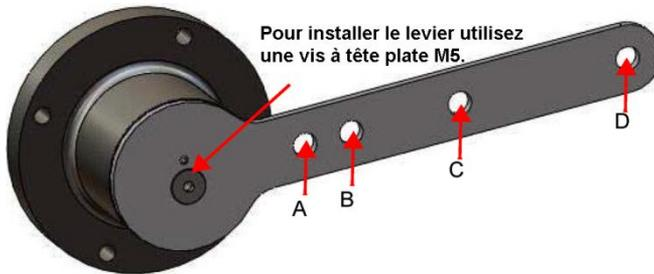

Figure 12 Porte-aimant et levier standard pour vannes linéaires
Cette partie explique la procédure de montage du SVi1000 sur les vannes linéaires en utilisant comme exemple les actionneurs à ressorts multiple modèle 87/88 de GE. La figure 12 à la page 20 montre le levier standard pour tous types d'installations. Consultez la partie dénommée « Ensemble à aimants intégrés » pour le montage de l'ensemble à aimant intégré optionnel.
2. Veiller à ce que le levier soit bien fixé au porte-aimant et tenu solidement par une vis à tête plate M5 pour s'assurer que l'axe des aimants est vertical lorsque le levier est dans la position vanne fermée. Serrer la vis du levier fermement (Figure 12).